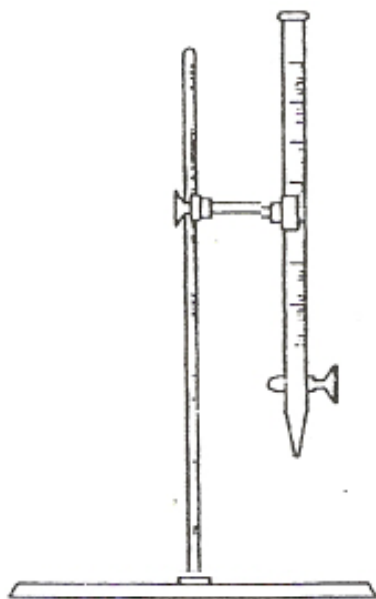
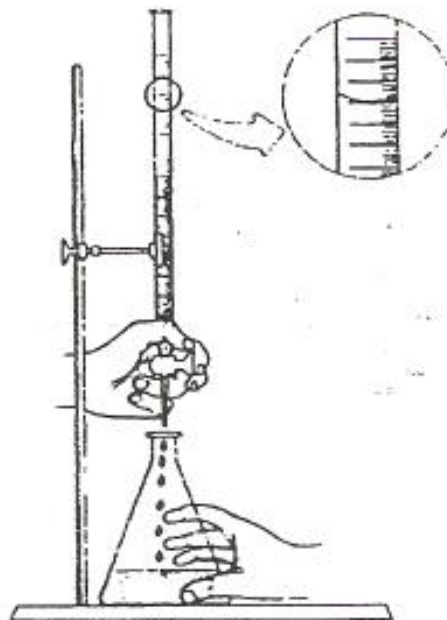

Figura 6 – Fixação da bureta
Figura 7 – Escoamento de um líquido
- 6- Fixe uma bureta de 50 mL no suporte universal (Figura 6). Feche a torneira de controle de escoamento. Coloque um béquer de 100 mL em baixo da bureta. Com auxílio de um béquer de 50 mL, encha a bureta com água destilada e observe se há vazamento. Verifique se há **bolhas** entre a torneira e a extremidade inferior da bureta. Caso tenha, abra a torneira rapidamente até removê-la. Em seguida, encha a bureta com água destilada e acerte o menisco com o traço de aferição (zero), que fica na parte superior. Segure a torneira com a mão esquerda e usando os dedos polegar e médio dessa mão, inicie o escoamento (Figura 7). Transfira 20 mL de água da bureta, para um béquer de 50 mL limpo e seco. Compare o volume final. Anote a sua observação na tabela de resultados.